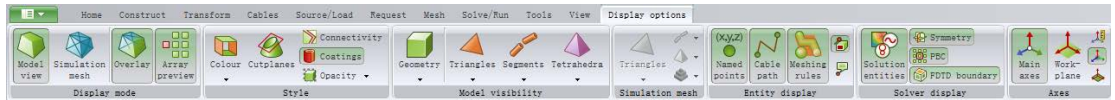

图 3-27 “Display options” 菜单中的各按钮
11) “Display options” 菜单中的按钮如图 3-27 所示，具体说明见表 3-10。